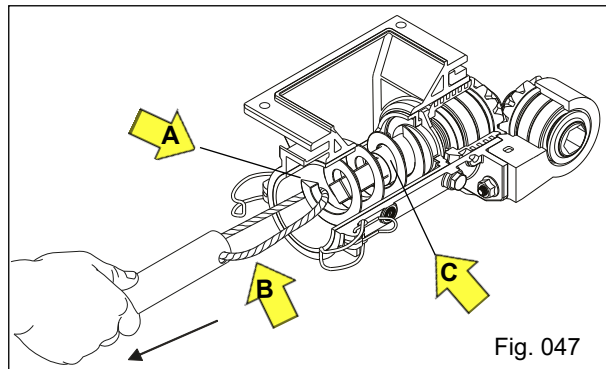

Fig. 047
- Puxe o cordão do tubo fixador "B" e retire a rosca sem fim "A", retire também o anel trava "C" (Fig. 047).